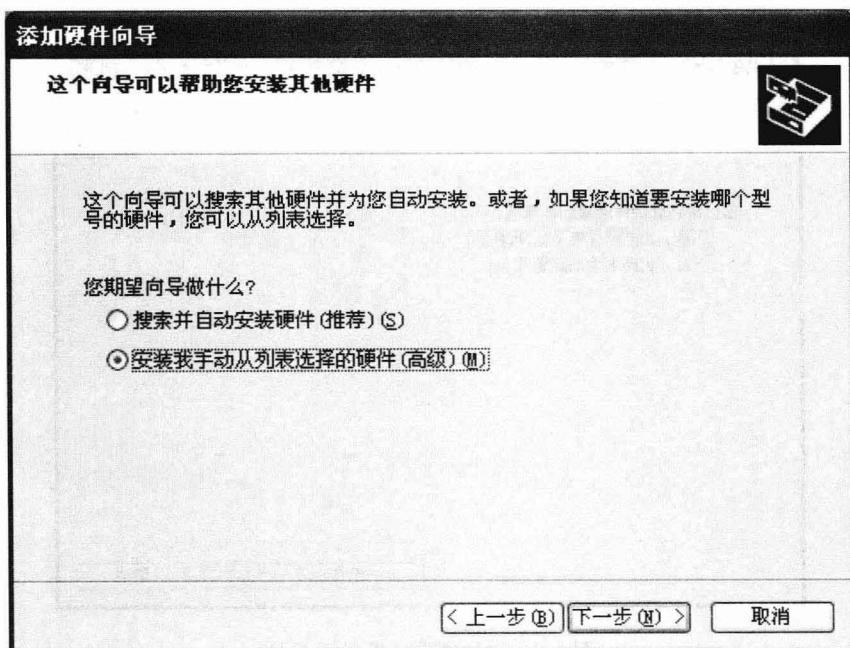

图 1-11 手动安装硬件对话框
⑦ 点击“下一步”按钮之后, 选择“安装我手动从列表选择的硬件(高级)(M)”, 如图 1-11 所示。